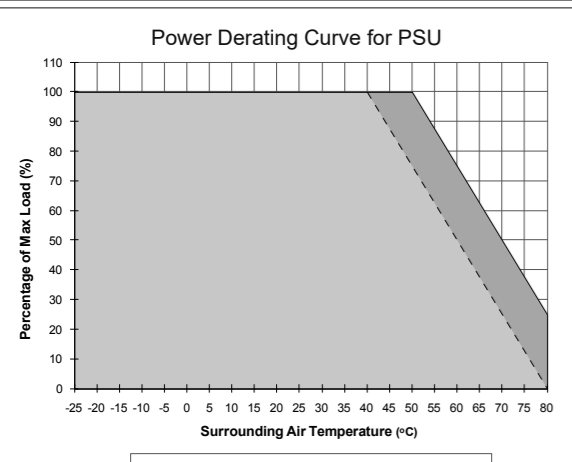

Figure 7
5.4. Thermal behavior (Fig. 7)
Operating temperature (surrounding air temperature)	-25°C to +80°C (Refer to Fig. 7)
5.4. Comportement thermique (Fig. 7)
Température de travail (température d'environnement)	-25°C à +80°C (Déplacement de puissance selon Fig. 7)